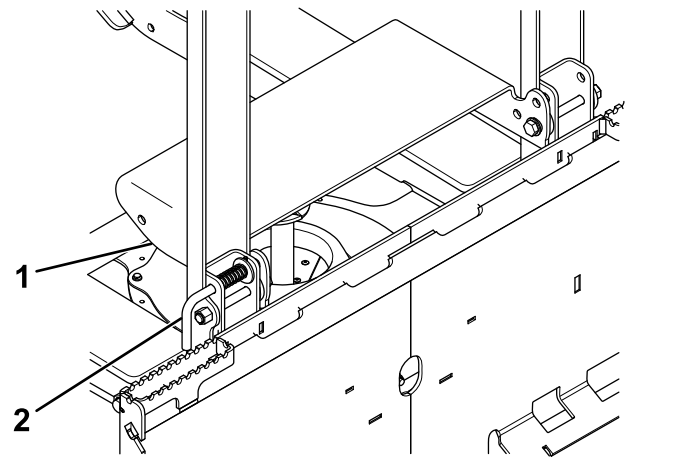

Figura 14
2. En el armazón del esparcidor, tire de la maneta del pasador a resorte y levante el tope del cubo (Figura 14).